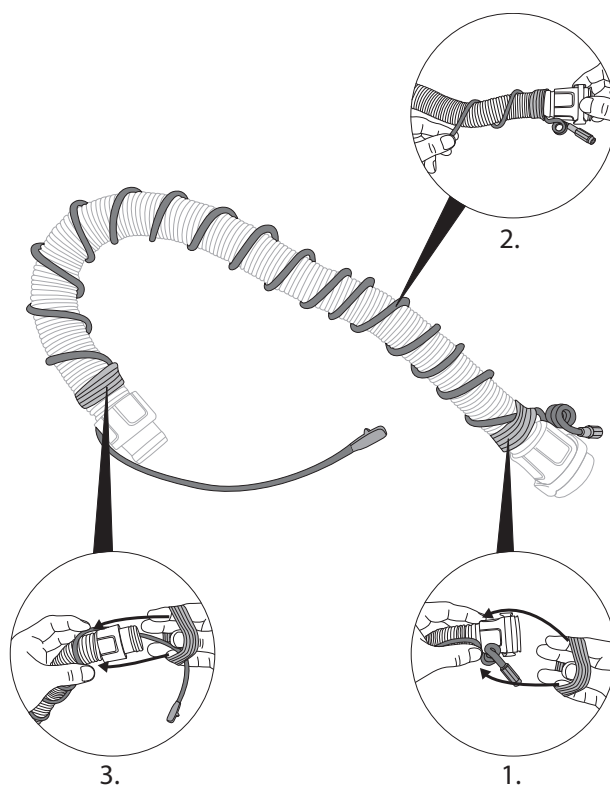

Fig. 31e
- vi. Fixer le long câble (pour relier la pile au masque de soudeur) en l'enroulant autour du tuyau de respiration du respirateur d'épuration d'air propulsé ou du dispositif à adduction d'air. Le long câble peut être maintenu en place à l'aide de bandes élastiques ou peut être dirigé vers l'intérieur du couvercle de tuyau de respiration SG-15 (Fig. 31e).